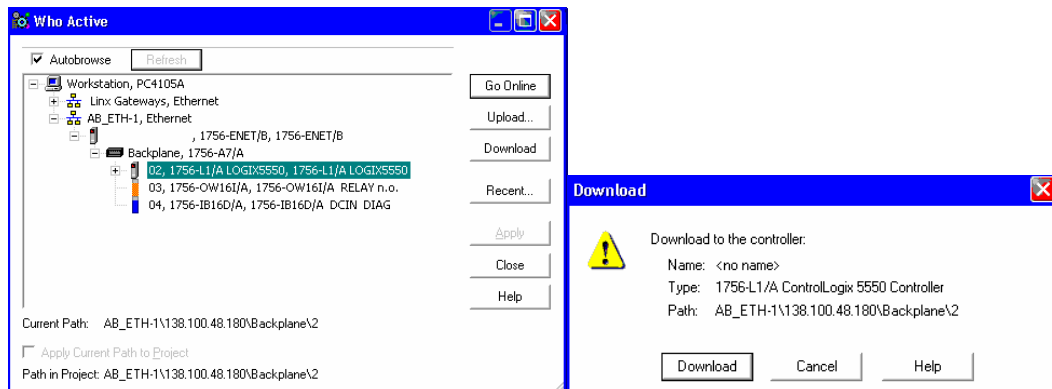

Figura 3.18 Búsqueda de la CPU en la red y descarga del programa
- Aparece la ventana de la figura 3.18, izquierda, que no es más que la información que facilita el driver de comunicaciones RSLinx Lite. Seleccione la CPU en la que desea descargar
- d) Haga clic en **Comunicaciones** y luego en **Descargar**, o directamente pulse *download* desde la ventana de *Who active*, aparecerá la venta de la figura 3.18 derecha, que pide la confirmación de la descarga.